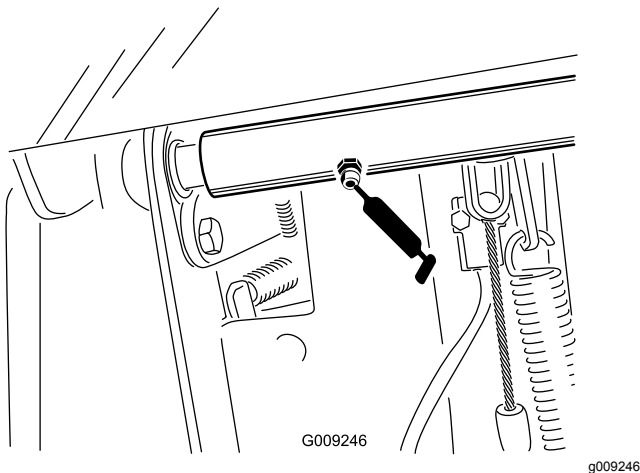

Figura 60
- Cuscinetti orientabili dell'albero del freno (2) (Figura 60)